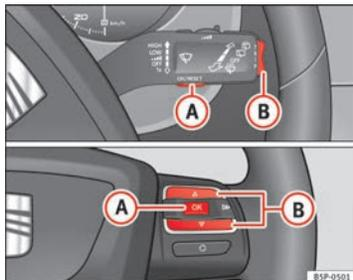

Fig. 43 Botões basculantes A e B. Comandos no volante.
Accionando o interruptor basculante ⇒ Fig. 43 (B) no manípulo do limpa-vidros, podem-se consultar os seguintes dados no indicador multifunções (MFA):